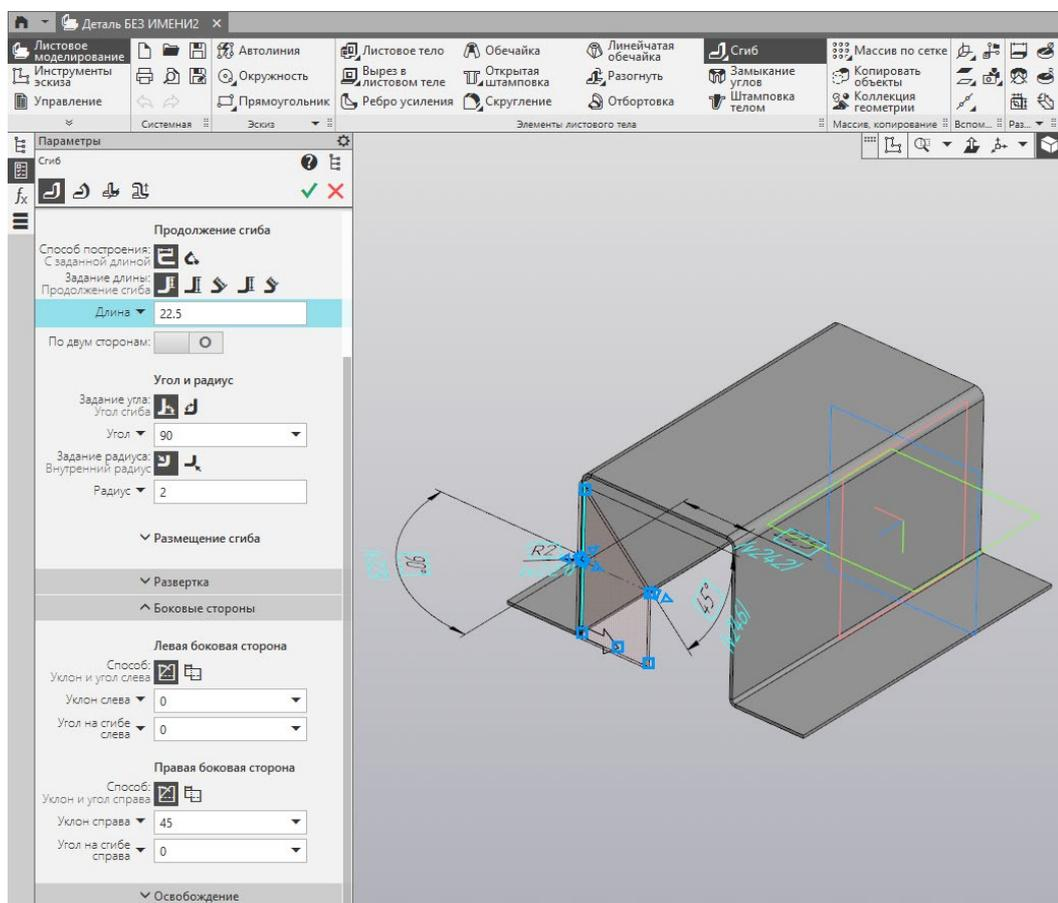

Рисунок 6 – Настройка параметров сгиба первого ребра
3.1 Для первого (левого) ребра в настройках параметра сгиба (рис. 6) укажите длину 22,5 мм, радиус 2 мм. В разделе «Боковые стороны» находим правую боковую сторону и указываем уклон справа 45 градусов. Подтвердите операцию нажатием зеленой галочки. Результат создания сгиба для первого ребра показан на рисунке 7.